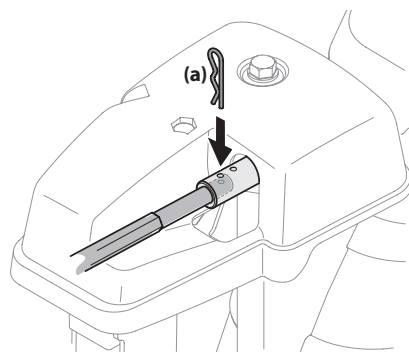

Figura 4-11
2. Retire la varilla de control del canal hasta que el orificio de la misma quede alineado con el segundo orificio del conjunto de rotación del canal. Consulte la Figura 4-11.